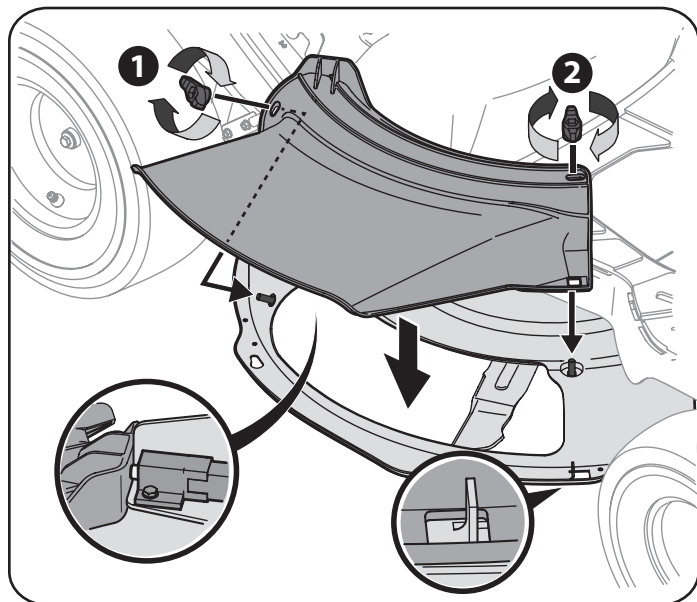

Figura 11
2. Coloque el canal de la plataforma en la abertura de descarga sobre la plataforma. Los prisioneros en la superficie de la plataforma calzarán en los orificios de la parte superior del canal de la plataforma. La pequeña lengüeta del borde de la plataforma calzará en el recorte cuadrado de la parte inferior del canal de la plataforma. Vea el recuadro de la Figura 11.
3. Sujete el canal de la plataforma ajustando las perillas de aleta que extrajo antes. Vea la Figura 11.